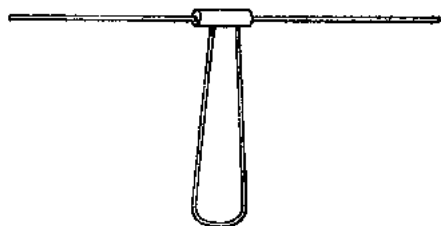

图 2
2. 机身：将细竹丝削成直径为 3~4 毫米或更细的长约 230 毫米细丝，再把它在酒精灯或蜡烛火焰上慢慢地烘烤(注意不要烧起来)，弯曲成“U”字形。在“U”字的两端蘸一些胶水后，插入两个小孔 B 、 C 内(如果两端太粗，可稍为削细)。再在竹管的两端分别也胶上约 90~100 毫米同样长度的两根细竹丝(图 2)。